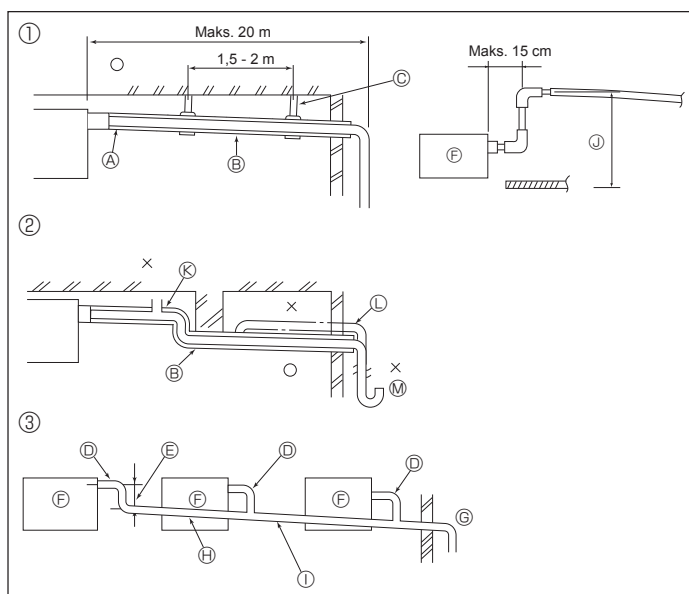

Fig. 5-1
5.1. Montaż rur spustowych (Fig. 5-1)